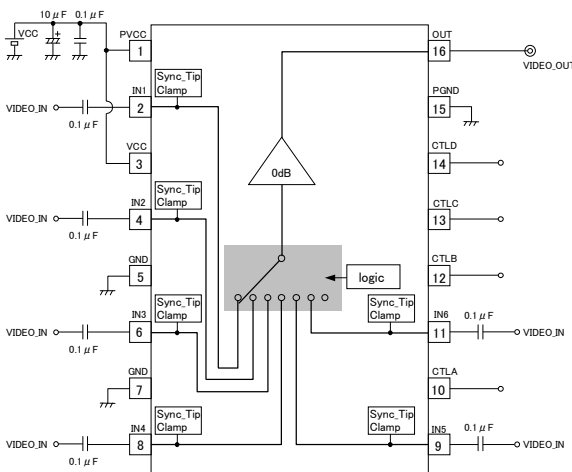
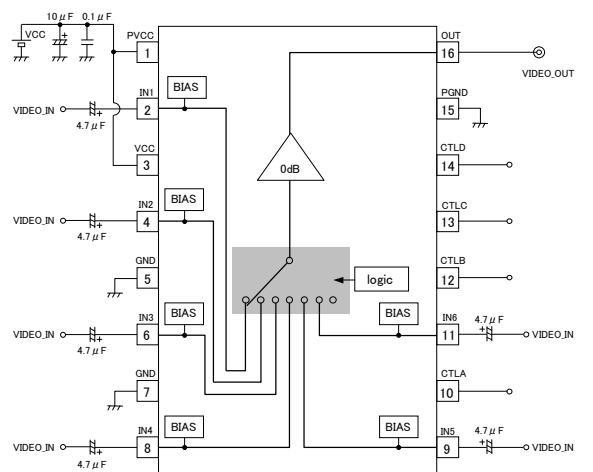

Fig.9 BH76362FV
Fig.10 BH76363FV
また、ビデオ信号入力時のサグ特性を評価してコンデンサ容量を決定する場合には、Fig.10 に示す H-bar 信号とよばれる横縞の信号が適していますので、カラーバー信号だけでなく、このような信号による特性評価も行い、容量を決定されるようお願いします。
11. 75Ω ドライバ非内蔵機種[BH76362FV・BH76363FV]の周波数特性は応用回路例(Fig.9, Fig.10)にて測定時に 100kHz/30MHz : 0dB(Typ.) となっておりますが、IC の出力端子から GND に対して 1kΩ~2kΩ 程度の抵抗を付加していただくことでより周波数特性を向上させることができます(付加する抵抗の下限値は 1kΩ としてください)。なおこの場合、付加した抵抗と IC の出力抵抗により出力が分圧されるため、ゲインが低下します。